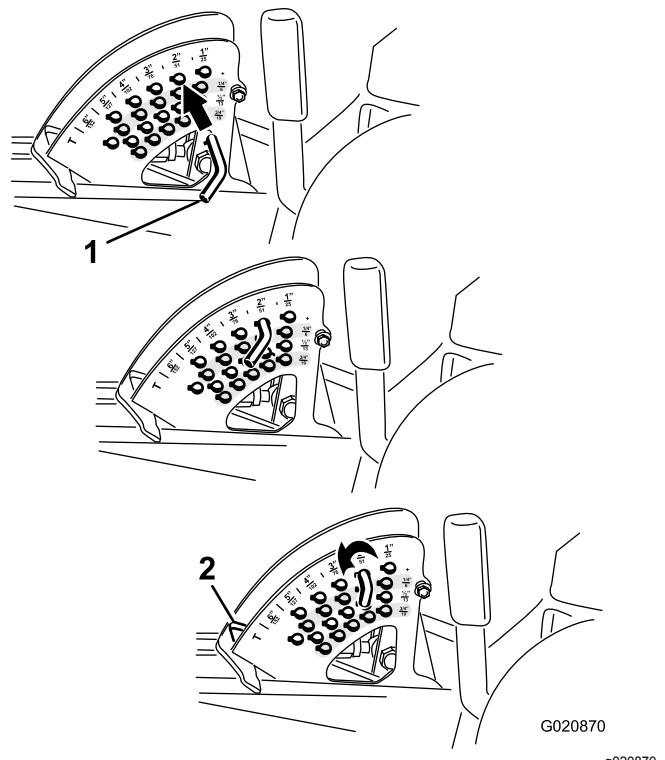

Figura 30
2. Gire el pasador de tope hasta que el pasador cilíndrico que contiene se alinee con las ranuras de los taladros del soporte de altura de corte, y retire el pasador (Figura 30).
3. Seleccione un taladro del soporte de altura de corte que corresponda a la altura de corte deseada, inserte el pasador y gírelo para bloquearlo en esa posición (Figura 30).
Nota: Hay cuatro filas de taladros (Figura 30). La fila superior corresponde a la altura de corte impresa encima del pasador. La segunda fila corresponde a la altura impresa más 6 mm ($\frac{1}{4}"). La tercera fila corresponde a la altura impresa más 12 mm ($\frac{1}{2}$ "). La fila inferior corresponde a la altura impresa más 18 mm ($\frac{3}{4}"). Para la posición de 15.8 cm (6") hay un solo taladro, situado en la segunda fila. Esta posición no añade 6 mm ($\frac{1}{4}$ ") a la altura de 15.8 cm (6").$$